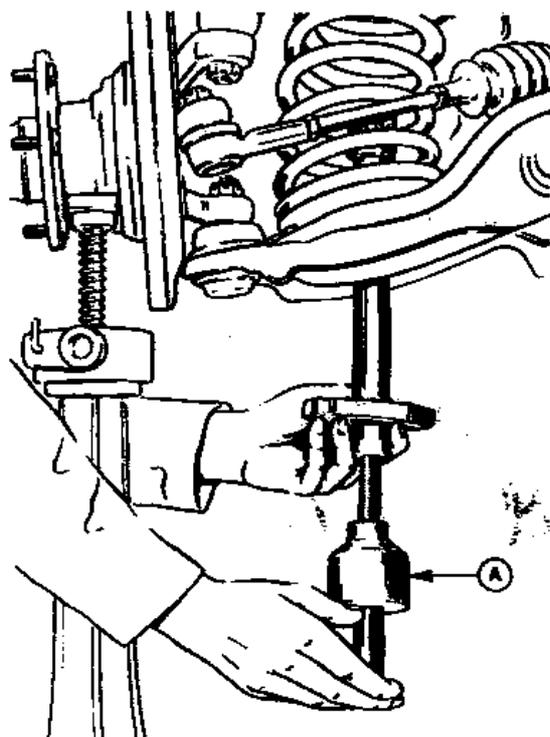

Рис.11.9. Установка съемника пружин подвески "А" (Разд.6)
6. При помощи приспособления №14006 по каталогу фирмы "Форд" (Рис. 11.9 и 11.10) сожмите пружину вместе с нижним рычагом подвески, как описано в разделе 6.